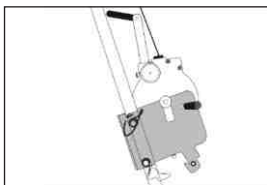

Fig. 2
- 2) Grip fallsikringen (FA 20 401 30/FA 20 401 20) og still kabeluttaket oppover (fig. 2).